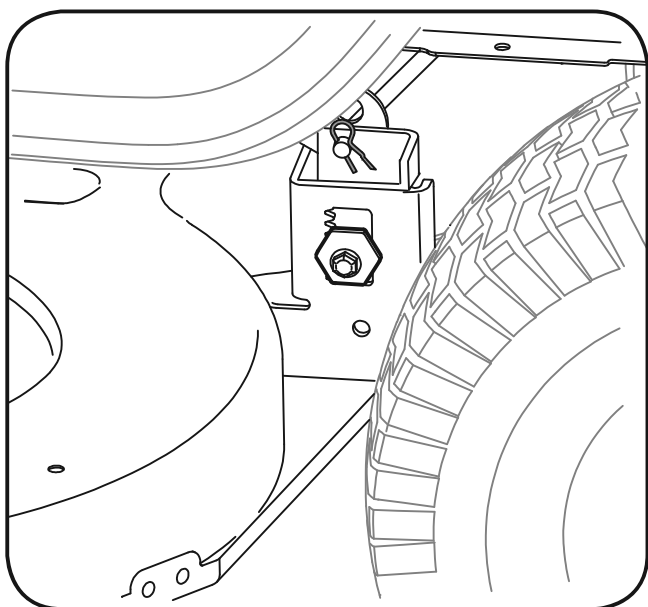

Figura 6-3
4. Estando do lado esquerdo do trator, localize a presilha que prende a haste de suporte da plataforma na parte traseira esquerda da plataforma. Ver figura 6-3.